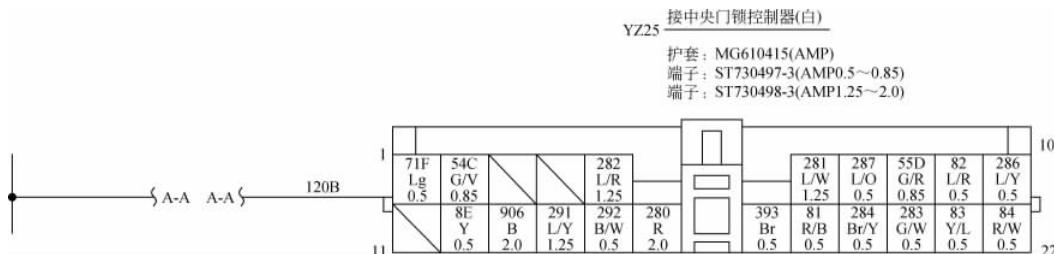
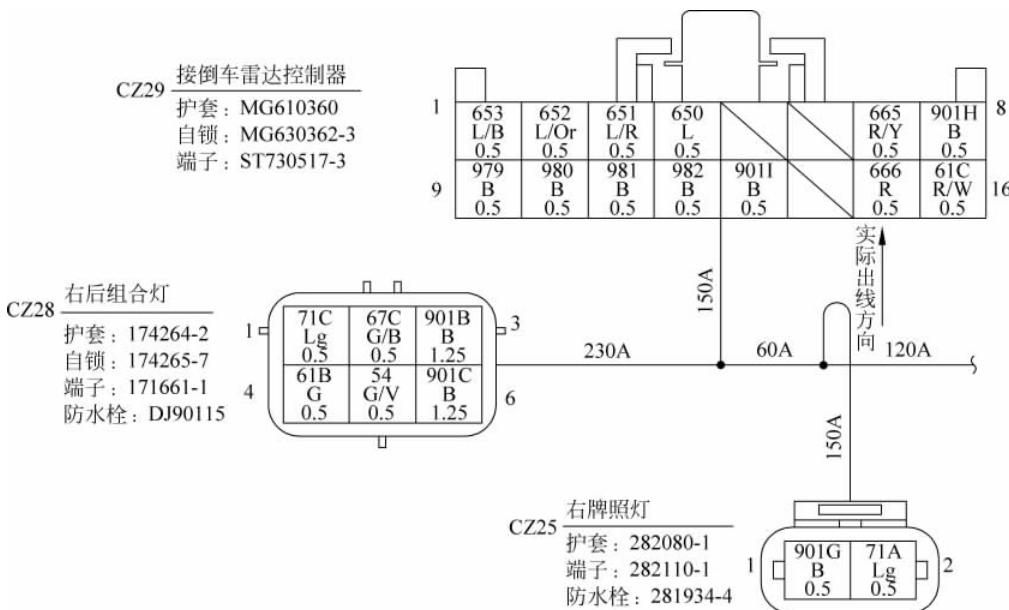

图 3-14 部件断裂表示
图 3-15 示意方法表示
电线束产品图纸中某一区域因图纸幅面不足而不能表达出所有要素时,该部位所要体现的内容可以转移到其他区域,并用符号表示承接关系,如图 3-14 所示,或者用图 3-15 所示方法表示。
(1) 主干、分支等用打断号打断,并标注打断序号,打断号两边为同一序号,以表示两部位相连接,如图 3-14 所示。
(2) 分支实际出线方向与图纸幅面方向反向,则用图 3-15 所示示意方法表示。